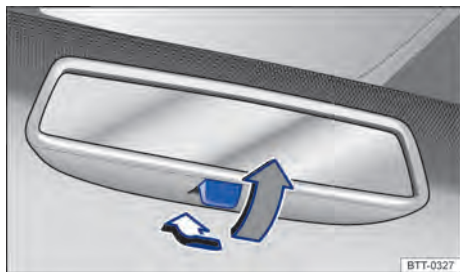

Fig. 80 No para-brisa: espelho retrovisor interno com antiofuscante manual.
- Posição noite: puxar a alavanca → **Fig. 80** (seta cinza), para evitar o ofuscamento dos faróis dos veículos que trafegam atrás.